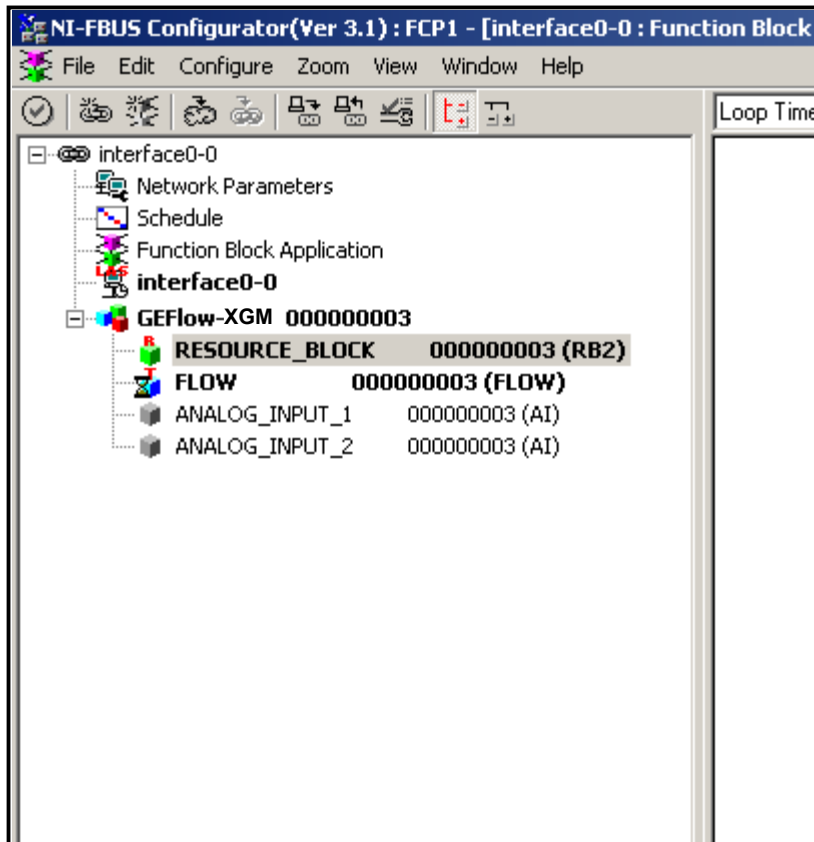

Figura 59: Esempio di impostazione dell'utilità di configurazione
La Figura 59 mostra l'Utilità di configurazione con un flussimetro in rete (Panametrics Flow-XGM).
1. Fare doppio clic sul blocco AI per il quale si desidera impostare le unità (ANALOG\_INPUT\_1 o ANALOG\_INPUT\_2 nella struttura sotto GEFLOW-XGM; vedere Figura 59 a pagina 134).
1. Fare doppio clic sul blocco trasduttore di flusso (nell'albero sotto GEFLOW-XGM; vedere Figura 59 a pagina 134).